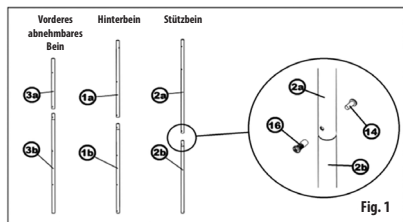

Fig. 1
Forbereda delade stödben, ben med avsmalade del utgör alltid den nedre bendelen. Rikta den avsmalade delen alltid uppåt (Fig. 1). Skruva fast stödbenet (2a+2b) med dekorskruven (14) och rörmuttern (16), fästena på de övriga stödbenen kommer att döljas under fotsteg (7).